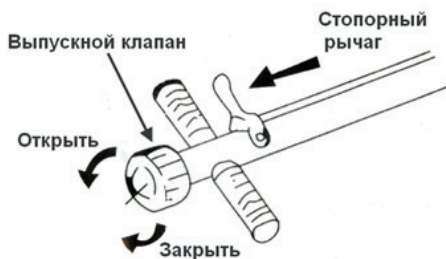

Рис. 1
2. Установите рукоятку в удобное для работы положение. Перемещение рукоятки осуществляйте при нажатии стопорного рычага (рис. 1).